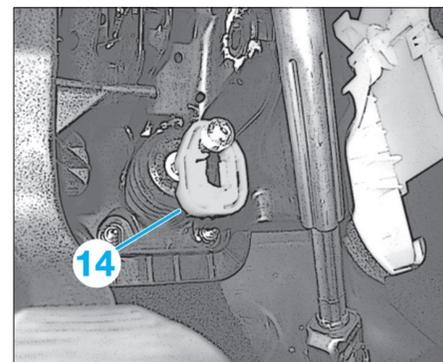

Fig. 11
- Déposer le dispositif de retenue (14) de la poussée de servofrein (Fig.11).